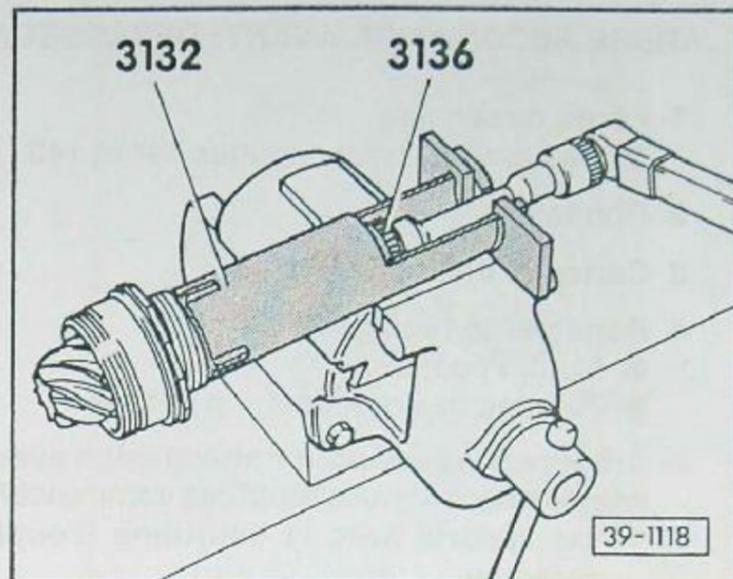

Fig. 3 Ecran à gorge: dévissage, serrage (avec transmission avec visco-coupleur)
- Dévisser, dans le cas de la transmission avec visco-coupleur – fig. 3